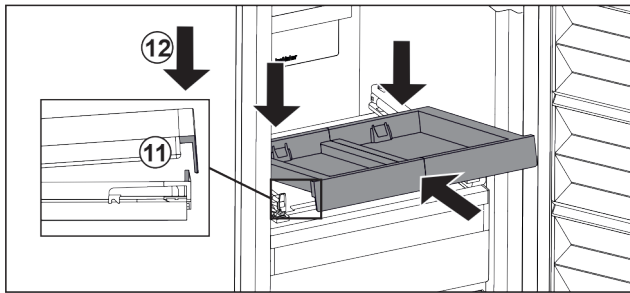

Fig. 88
- ▶ Wsunąć pod skosem. Zwrócić uwagę, aby ogranicznik znajdował się po obu stronach za nakładką. Fig. 88 (11)
- ▶ Osadzić wysuwającą półkę z przodu. Fig. 88 (12)